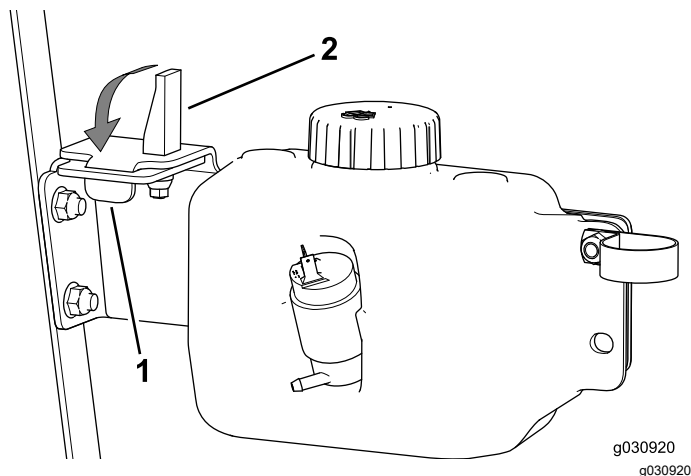

Figure 46
5. Insérez la languette dans la fente et la bague du loquet à expansion dans le trou de la patte de montage du réservoir (Figure 46).
6. Abaissez le loquet à expansion (Figure 46).